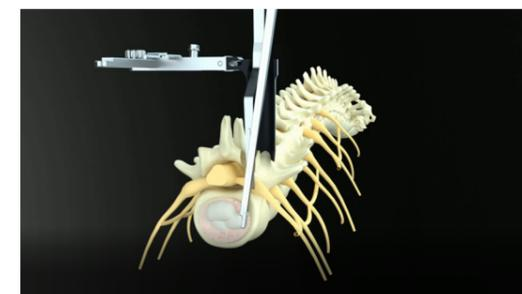

图 4a
- 切开纤维环，在保留纤维环的基础上处理椎间盘，用骨铰刀刮除椎间盘和软骨组织。处理椎间隙外缘处的组织时使用左/右刮匙和弯头髓核钳（图 4a）。